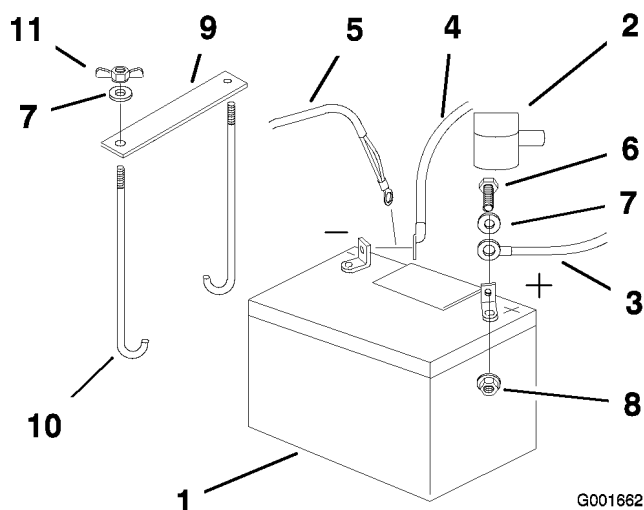

Figure 44
4. Commencez par débrancher le câble négatif et le câble de masse de la borne négative (-) de la batterie (Figure 44).
5. Ôtez le capuchon rouge de la borne positive (rouge) de la batterie. Débranchez ensuite le câble positif (rouge) de la batterie (Figure 44).
- Retirez les deux écrous à oreilles (1/4 inch) de fixation de la barrette de maintien de la batterie (Figure 44).
- Placez la batterie dans son support en tournant les bornes vers le moteur (Figure 44).
- Fixez les câbles avec 2 boulons (1/4 x 3/4 po), 2 rondelles (1/4 inch) et 2 contre-écrous (1/4 inch) (Figure 44).
- Fixez la batterie en position avec des boulons en J, une barrette de maintien et 2 rondelles (1/4 inch), ainsi que 2 écrous à oreilles ((1/4 inch)) (Figure 44).